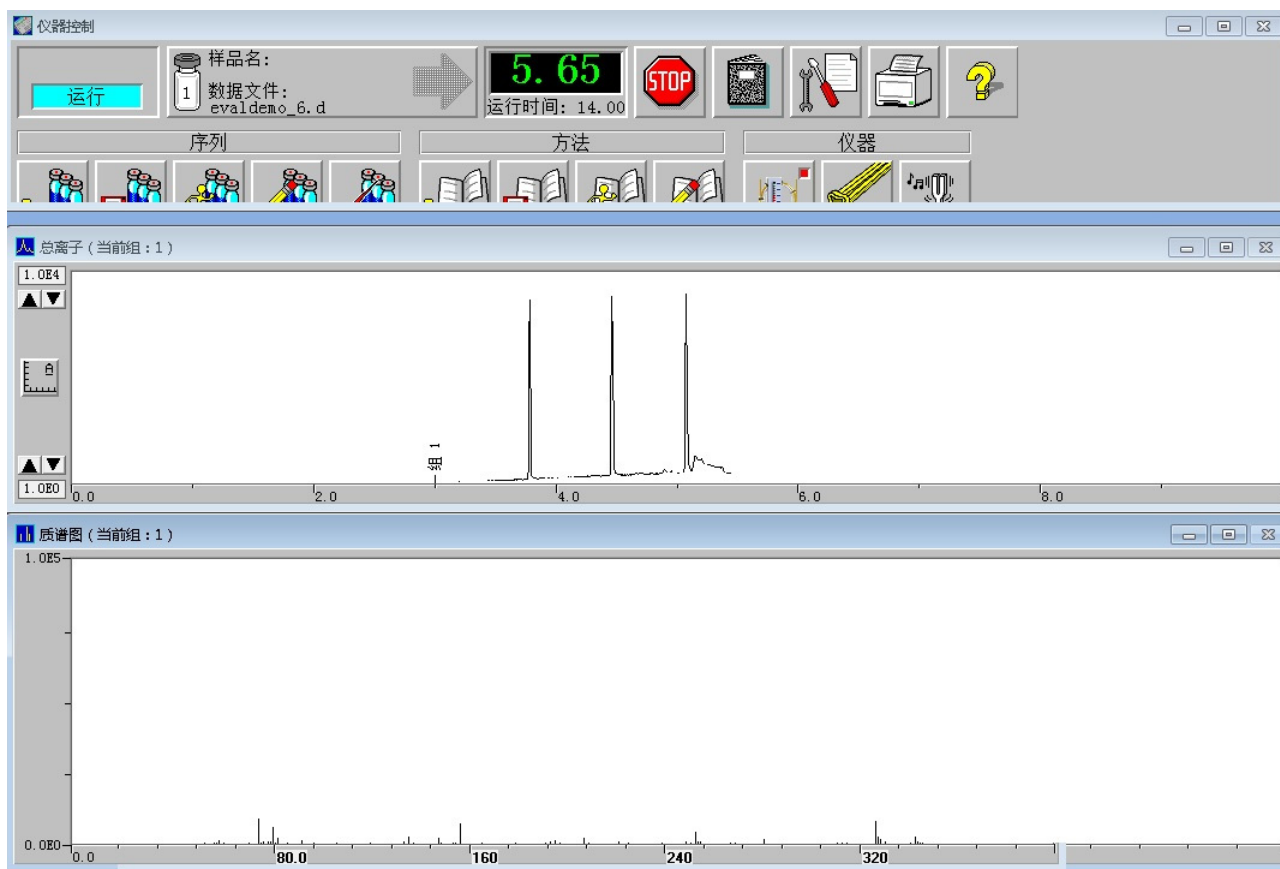

图 30 单样品运行时的仪器控制窗口
- 5 在仪器处于就绪状态时，如左上角的绿色空闲指示器所示，请选择**确定和运行方法**，以关闭此对话框，然后开始运行。就绪状态指示器变为“运行”。请参见第 60 页上的图 30。